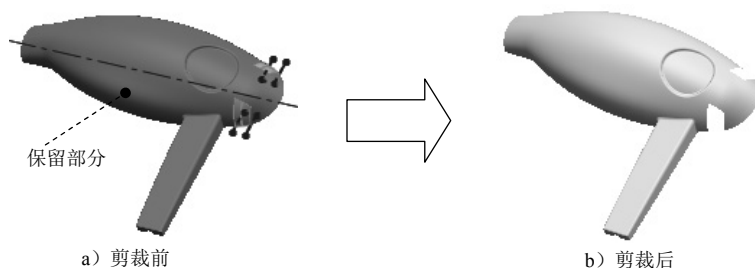

图 6.15.36 曲面-剪裁 2
Step34. 创建如图 6.15.36 所示的曲面-剪裁 2。选择下拉菜单 **插入(I)** → **曲面(S)** → **剪裁曲面(T)...** 命令，选中 **标准(D)** 单选项。选取草图 12 为剪裁对象。选取如图 6.15.36a 所示的部分为要保留的部分；其他参数采用系统默认设置值。单击该对话框中的 **✓** 按钮，完成曲面-剪裁 2 的创建。